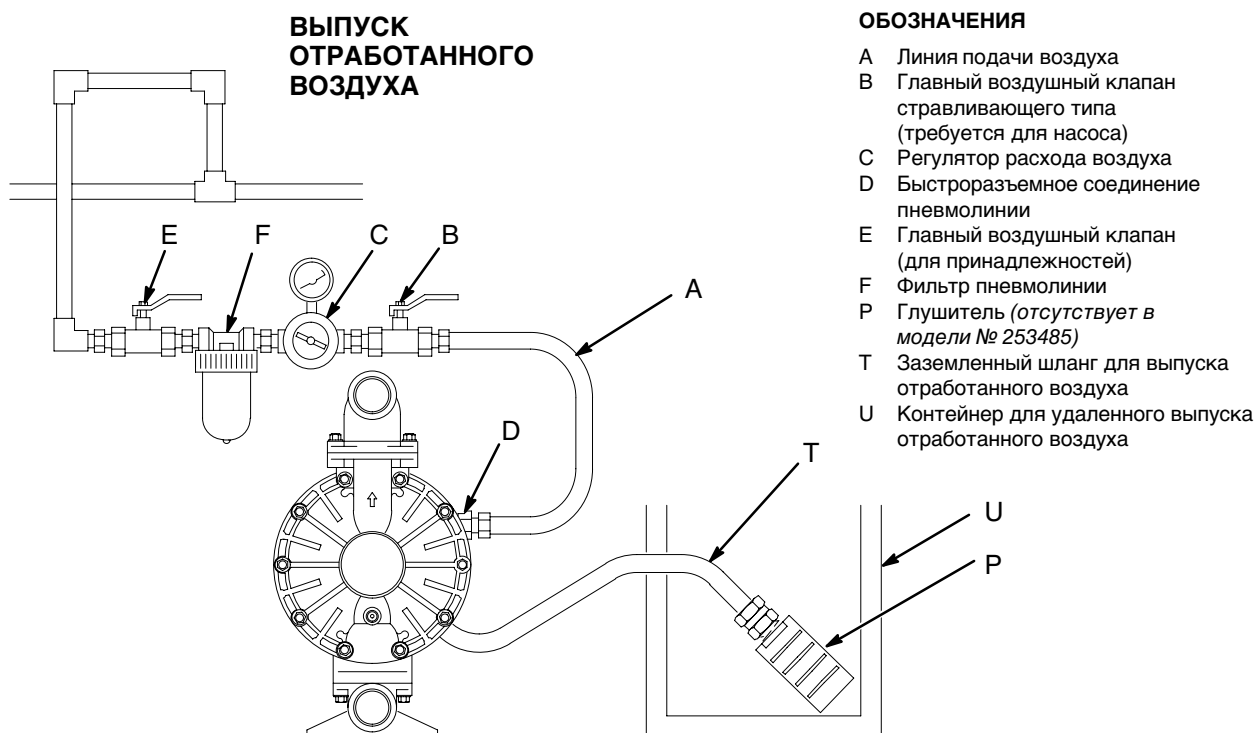

Рис. 5
Повреждение мембраны приведет к попаданию перекачиваемой жидкости в выпускаемый воздух. Для сбора жидкости установите подходящий контейнер на конце линии для выпуска отработанного воздуха. См. рис. 5.
1. Снимите глушитель (P) с отверстия для выпуска отработанного воздуха из насоса.
2. Установите заземленный шланг (T) для выпуска воздуха и подсоедините глушитель (P) к другому концу шланга. Минимальный размер шланга для выпуска отработанного воздуха – внутренний диам. 19 мм (3/4 дюйма). Если необходим шланг длиной более 4,57 м (15 футов), используйте шланг большего диаметра. Не допускайте резких перегибов или изломов шланга. См. рис. 5.
3. Для сбора жидкости на случай разрыва мембраны установите контейнер (U) на конце линии для выпуска отработанного воздуха.